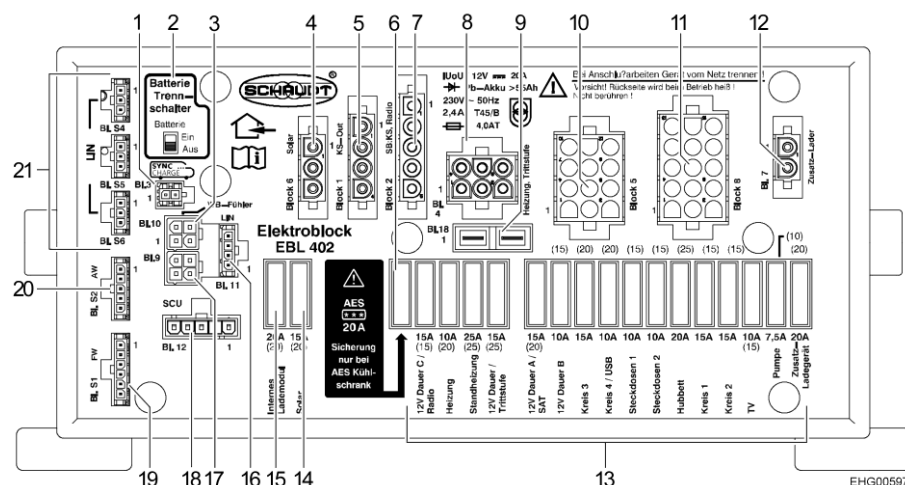

Fig. 131 Centralina elettrica (EBL 402)
- Portare l'interruttore staccabatteria (Fig. 131,2) sulla centralina elettrica EBL 402 in posizione "Aus" (spento).
- Portare l'interruttore staccabatteria (Fig. 131,2) sulla centralina elettrica EBL 402 in posizione "Ein" (acceso).